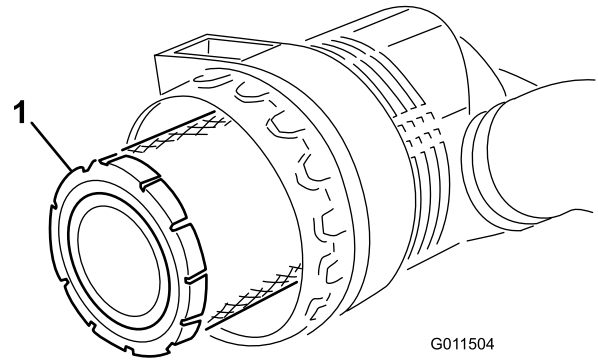

Figura 56
3. Togliete il filtro primario e sostituitelo (Figura 56).